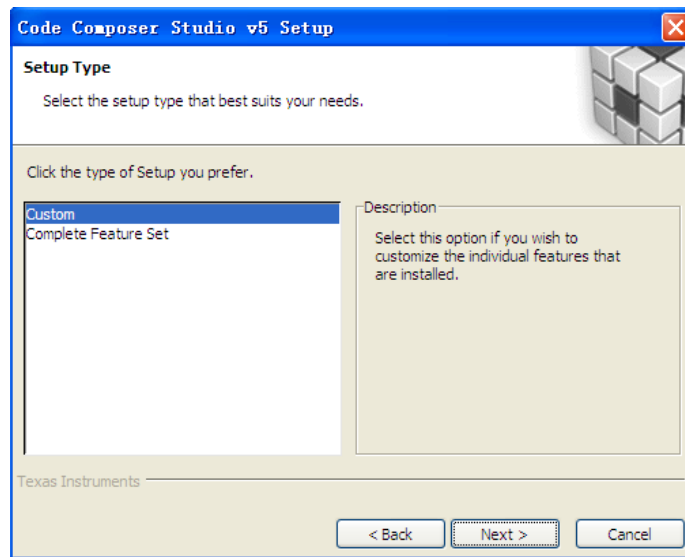

图 1.1 安装过程 1
(1) 运行下载的安装程序 `ccs_setup_5.1.1.00031.exe`，当运行到如图 1.1 处时，选择 Custom 选项，进入手动选择安装通道。